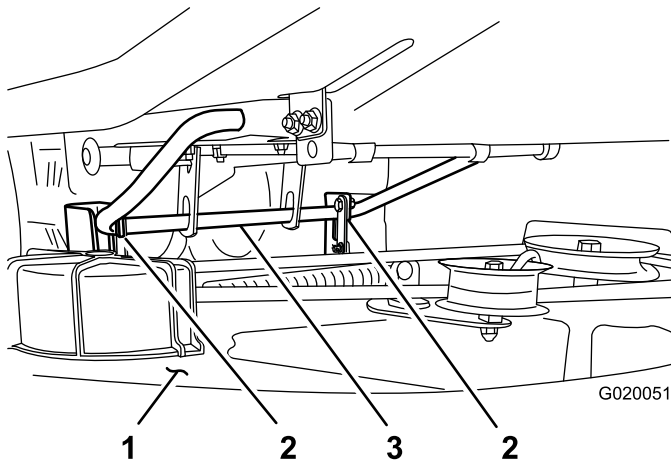
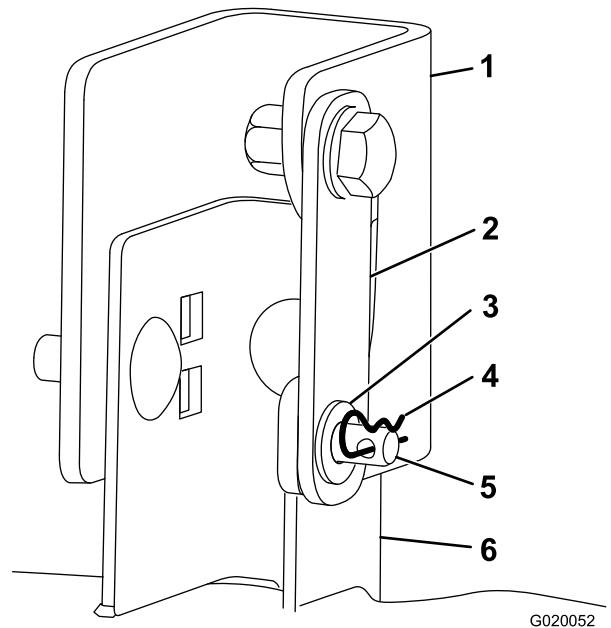

Bild 37
Bild 38
7. Entfernen Sie an einer Seite des Mähwerks den Splint und die Scheibe vom Lastösenbolzen im Hängeprofil und in der Mähwerkstützhalterung. Wiederholen Sie diesen Vorgang auf der anderen Seite (Bild 37 und Bild 38).
8. Heben Sie das Heck des Mähwerks leicht an, um den Druck von den Splinten zu nehmen, und entfernen Sie sie (Bild 37 und Bild 38).
9. Heben Sie das Mähwerk und die Hängeprofile von der hinteren Hubstange ab und senken Sie das Heck des Mähwerks vorsichtig zum Boden ab (Bild 37).
7. Heben Sie das Heck des Mähwerks an und führen Sie die Hängeprofile über die hintere Hubstange (Bild 37).
8. Drehen Sie jede Mähwerkstützhalterung so, dass das Loch im losen Ende mit dem Loch im Hängeprofil ausgefluchtet ist (Bild 38).
9. Stecken Sie die Lastösenbolzen durch die Halterungen auf jeder Seite, dann stecken Sie die Scheiben auf die Lastösenbolzen und die Splinte durch die Lastösenbolzen (Bild 38).